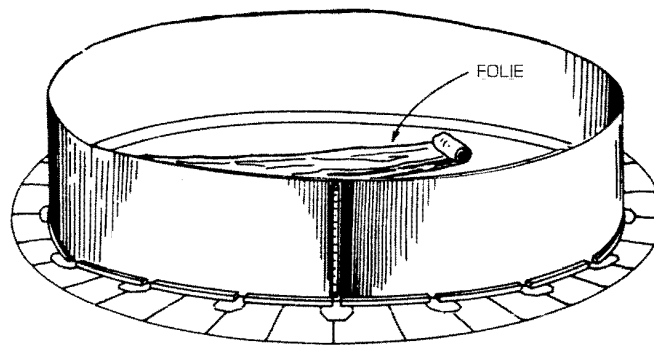

Abb. 12
1. Auspacken der Folie (Abb. 12)